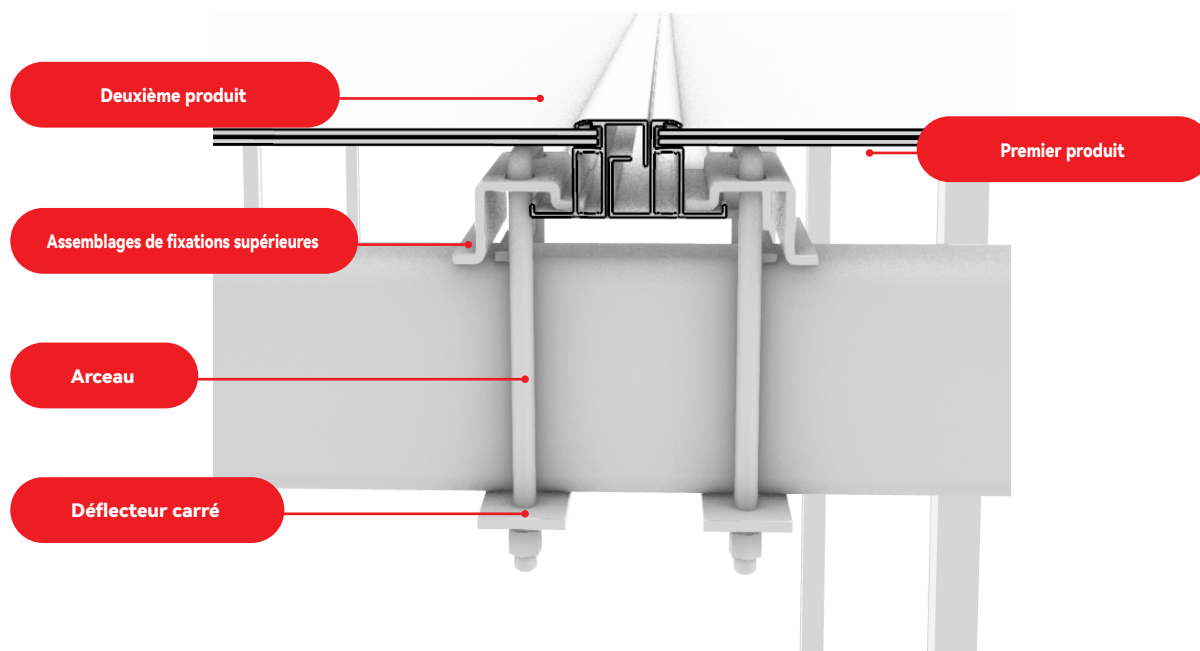

FIGURE 18
- ⑪ Installez l'ensemble support de montage et fixations sur le côté droit de la partie inférieure de l'appareil, et consultez son schéma en coupe (figure 18)